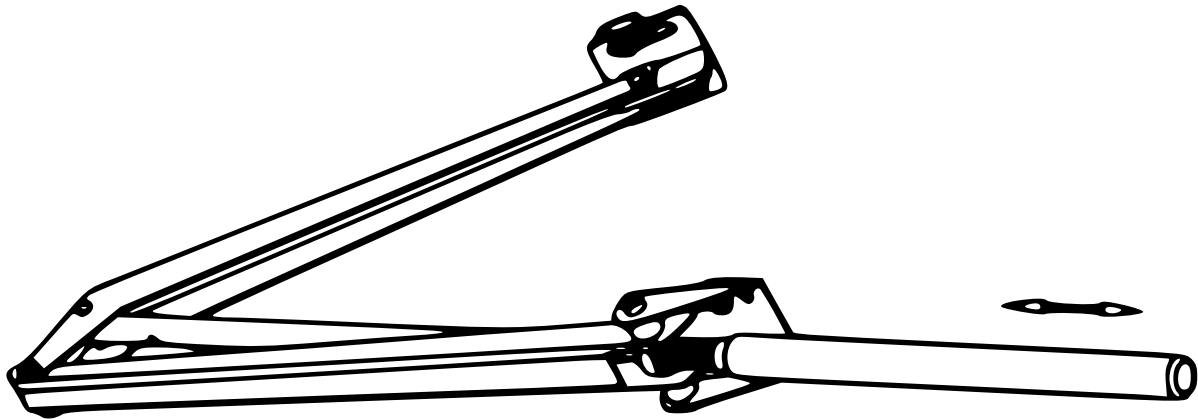

Abbildung 9
- Wenn der Zylinder gedreht wird, kann die Temperatur, bei der das Fenster automatisch geöffnet wird, eingestellt werden (siehe Abb. 9).